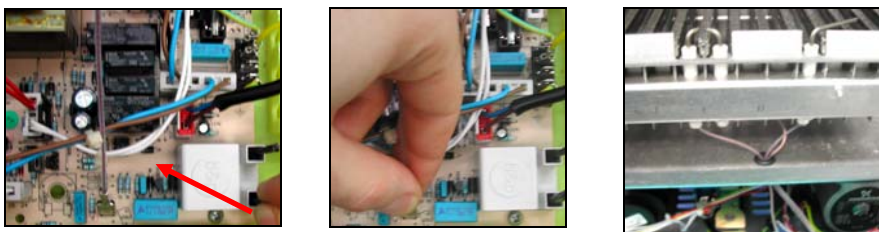

Рисунок 31
- ❑ Отсоедините электроды розжига и сенсора наличия пламени от электронной платы (в котле модели НК вместе с прокладкой на нижней стороне герметичной камеры сгорания). (Рисунок 31)